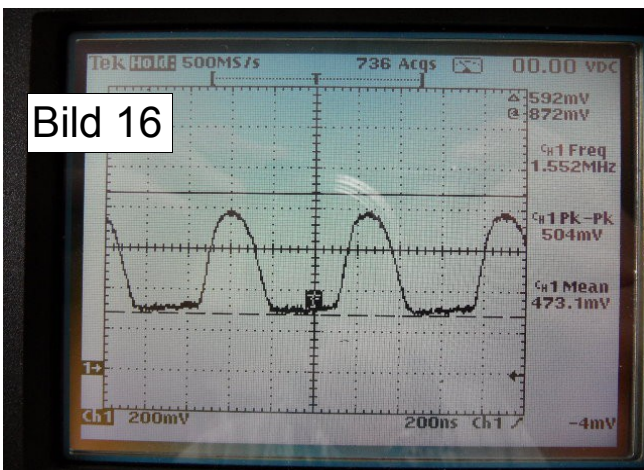

Bild 16
- f) Bild 16 zeigt den Spannungsverlauf am Zählerausgang bei niedriger Frequenz.